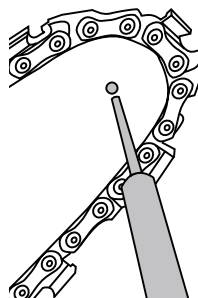

Fig. 15
2. À l'aide d'une pipette de graissage, insérer le bec de la pipette dans l'orifice de lubrification et injecter la graisse jusqu'à ce qu'elle apparaisse au bord extérieur du bout du pignon (Fig. 15).